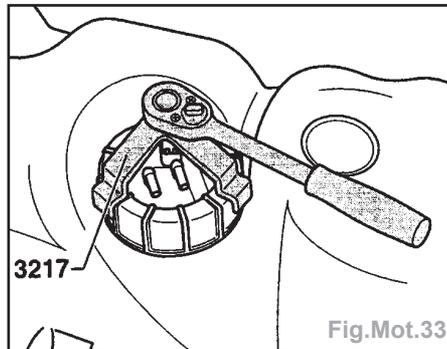

Fig.Mot.33
- dévisser l'écrou-raccord avec **3217** (Fig.Mot.33),